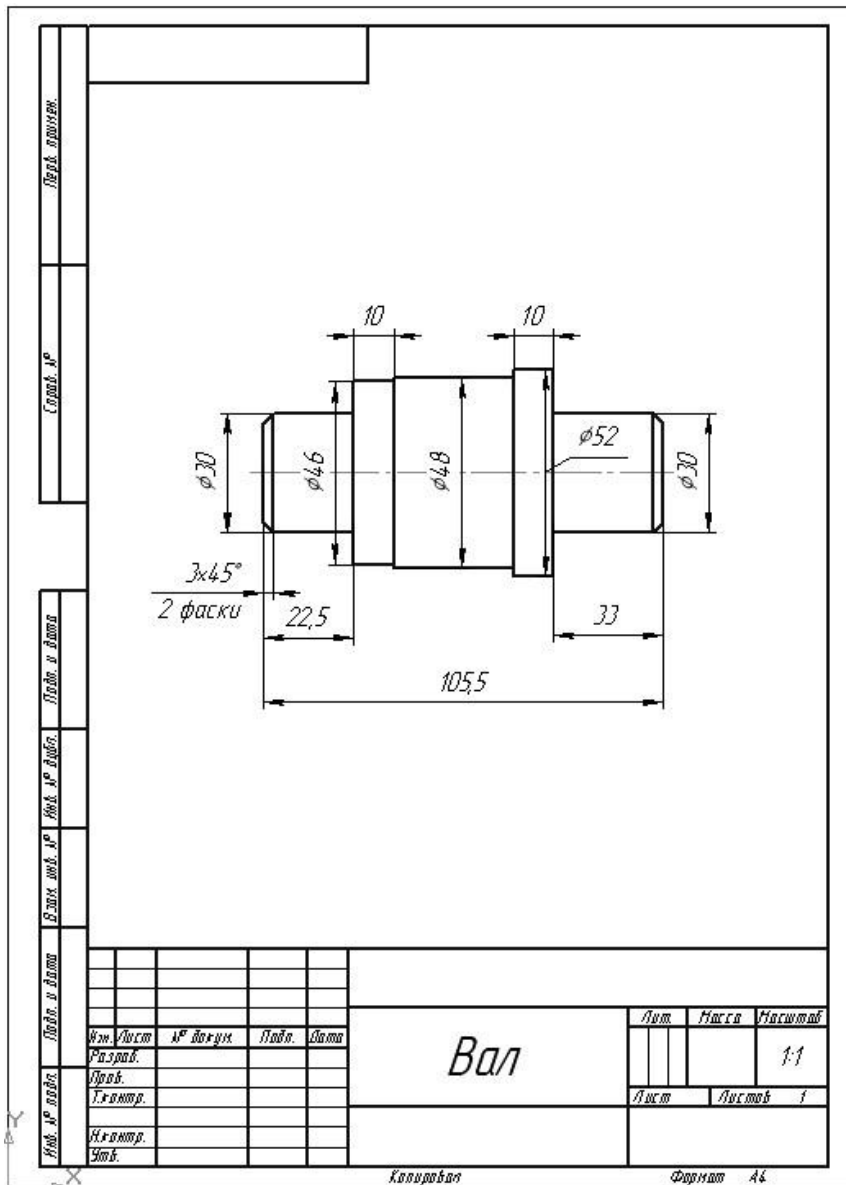

Рисунок 12.1. – Креслення моделі «Вал»
- побудувати та зберегти тривимірні моделі «Вал» та «Шестерня», зображені на рис. 12.1, 12.2;